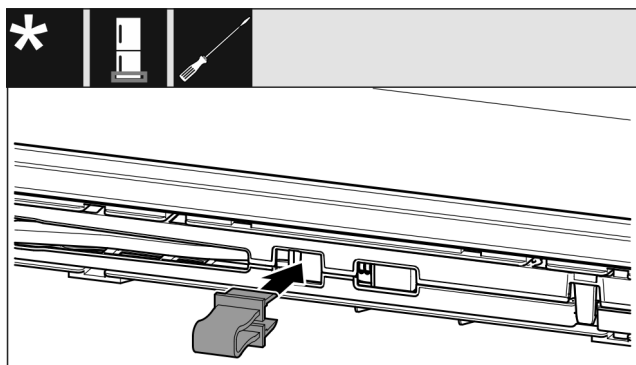

Fig. 12
- Pojistku nechte zapadnout do otvoru Fig. 12 ().